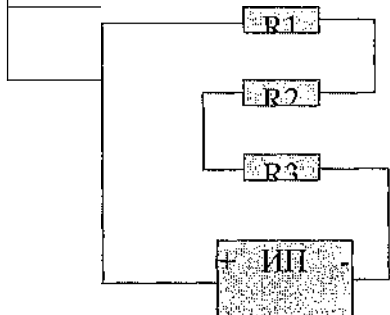

Рисунок 1. Делитель напряжения
- > Какие методы измерений Вы использовали в этой работе? Какой способ соединения резисторов применен в схеме на рис.1; на рис.2?
Почему электрическая цепь на рис. 1 называется делителем напряжения, а на рис.2 — делителем тока?